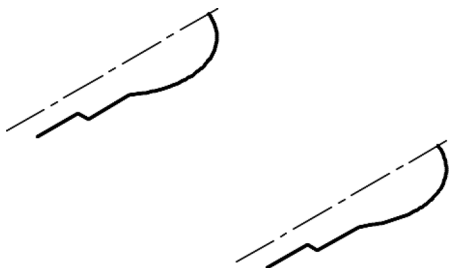

图 9-19 两组相同的图形
1) 打开随书配套光盘中的“创建旋转网格.dwg”文件，该文件已经存在着两组相同的图形，如图 9-19 所示。使用“三维建模”工作空间，在功能区“常用”选项卡的“视图”面板的“三维导航”下拉列表框中选择“东南等轴测”选项。